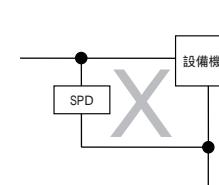

図 2
- 図 2 の接続では接地への配線が必要以上に長く配線インピーダンスにより電圧降下が発生し、SPD の防護効果が減少します。